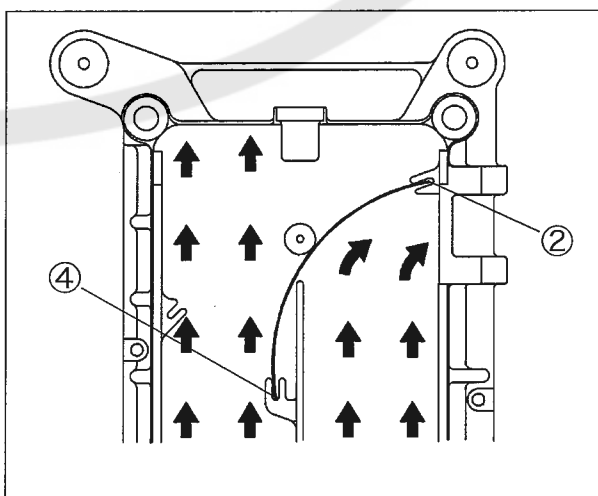

図 3
ミシンの回転が速く、ホコリの発生が少ない場合は、風調整板①を油受ケのガイド部②と④に差し込んでください。(図3 参照)